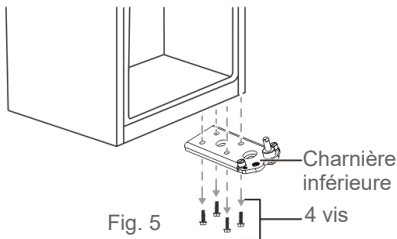

Fig. 5
5. Retirez la charnière inférieure après avoir ôté ses quatre vis (→ Fig. 5).